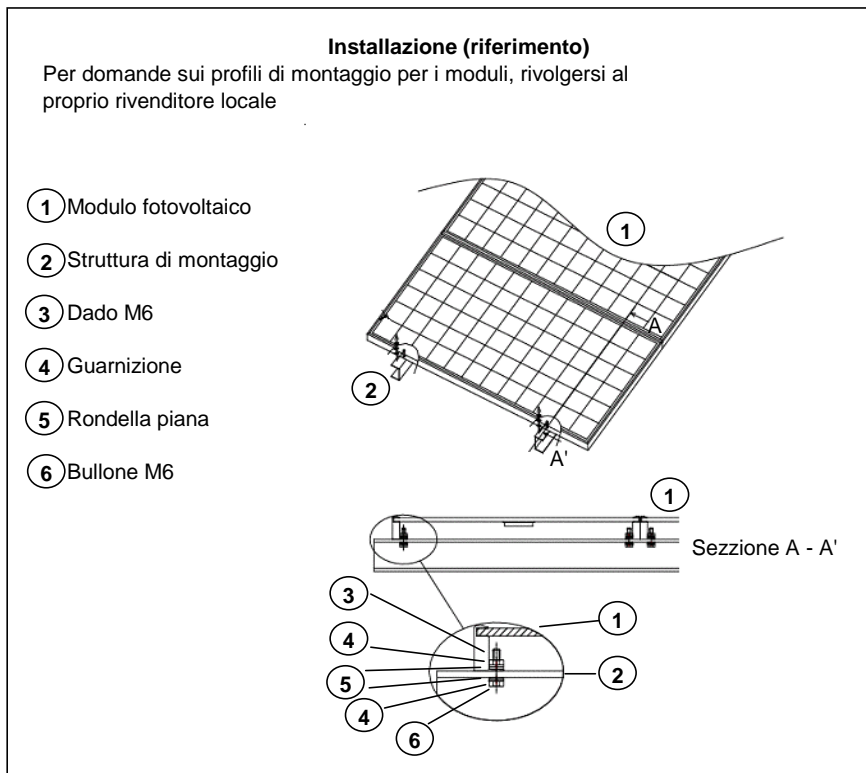

Figura 1: Instalazione
- Si consigliano i metodi di installazione mostrati nella Figura 1. In alcune aree, le normative locali in materia di elettricità possono regolare l'installazione e l'uso di moduli FV.